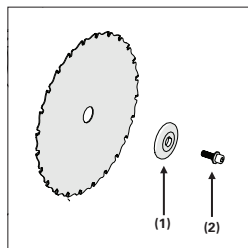

Fig. 30
Nota: Los dientes de la hoja de sierra deben siempre apuntar hacia abajo en la parte delantera de la sierra ingletadora. Instale la brida exterior (1) (con la cara plana sobre la herramienta) y el tornillo del husillo (2) (**Fig. 30**).